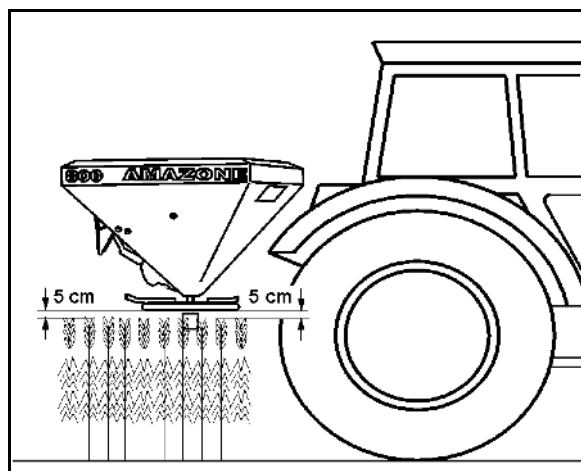

Fig. 63
2. Soltar la tuerca de mariposa (Fig. 63/1).
3. Buscar el valor de escala específico para la posición de corredera en la escala (Fig. 63/2) según el valor extraído de la tabla de dispersión o con el dispositivo de giro.
4. Posicionar los indicadores (Fig. 63/3) de las dos palancas reguladoras (Fig. 63/4) en dicho valor de la escala.
5. Volver a apretar la tuerca de mariposa (Fig. 63/1).